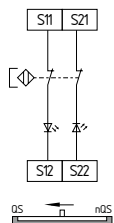

Fig. 19
**Comando de dois canais de interruptores magnéticos conforme EN 60947-5-3 (ver Fig. 19)**